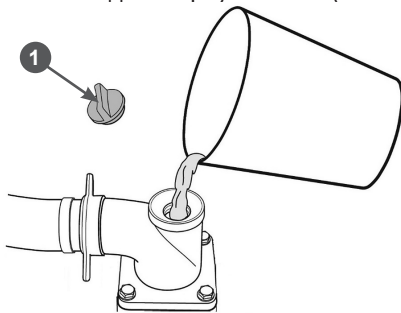

Рис. 13. Заполнение корпуса насоса водой
- Открутите пробку 1 отверстия для заливки воды в корпус насоса (Рис. 13).